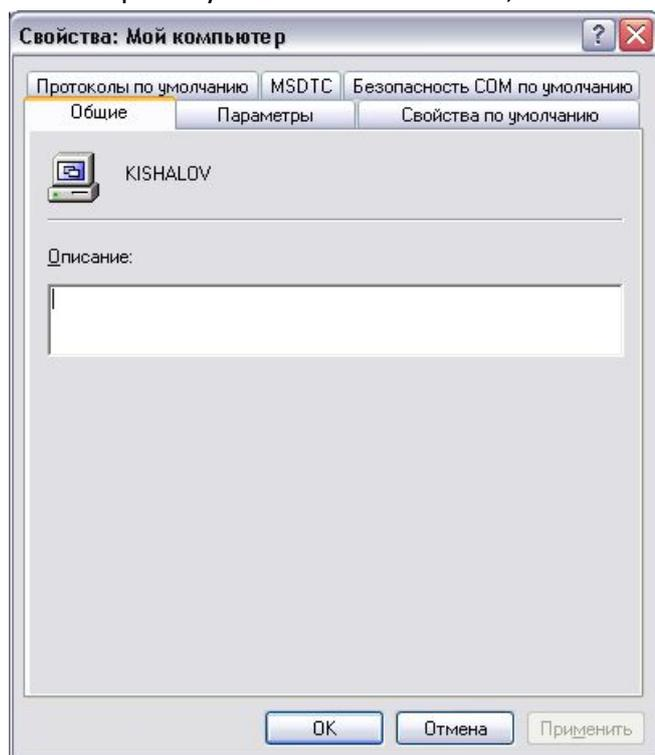

Рис. 9 Настройка DCOM – Общие: Мой компьютер
1.3. Выбрать пункт меню “Свойства”, появиться окно (Рис. 9):